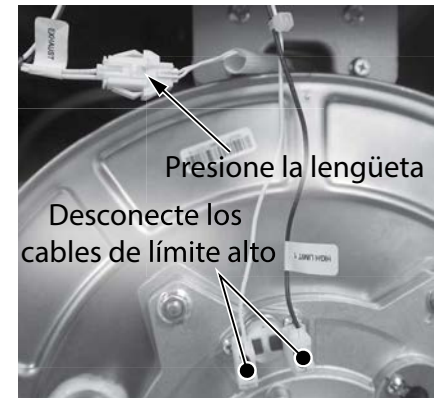

Figura 144 - Desconecte el cableado del límite alto y el termistor de escape.
- 34** Ubique el cableado del límite alto de la puerta del quemador y del termistor de escape conectado hacia el intercambiador de calor, como se muestra en la Figura 144. Desconecte los cables de límite alto (etiquetados "HI LIMIT 1") de los terminales. Para desconectar el cableado del termistor (etiquetado "EXHAUST"), presione la lengüeta pequeña mientras separa los cables.
63 Siga los **Pasos 34 y 35** en orden inverso para conectar el cableado del límite alto de la puerta del quemador y del termistor de escape. Confirme que las conexiones estén apretadas y tendidas adecuadamente, como se muestra en la Figura 144.